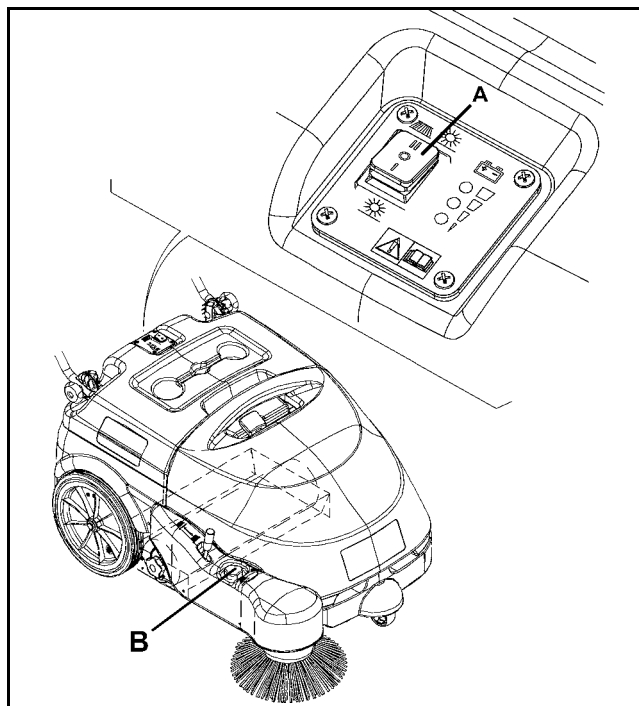

Figure 6
- arrêter le balai latéral en appuyant sur l'interrupteur (A, Fig. 6), puis le soulever et déplacer la machine.
- Turner la poignée (B, Fig. 6) dans le sens des aiguilles d'une montre, ou dans le sens inverse, pour régler la hauteur du balai du sol.
- Positionner l'interrupteur général (A, Fig. 6) sur "0".